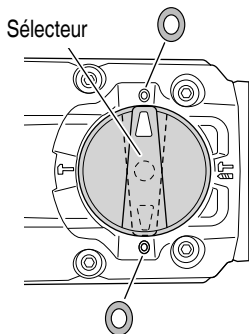

Fig. 24
- (2) Pour fixer la position de travail d'outils tels que ciseau à froid, etc.
- (a) Tournez le levier du sélecteur. Alignez ▲ du levier du sélecteur et ⊙ du couvercle de la manivelle comme illustré à la Fig. 24.